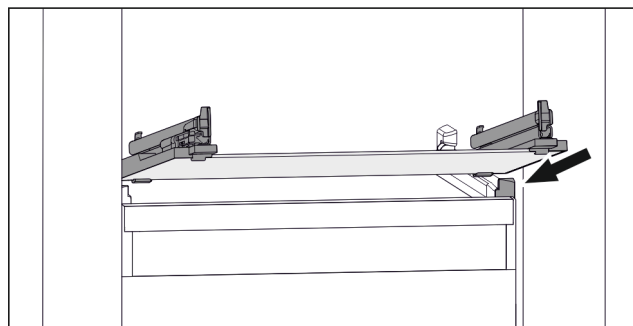

Fig. 47 Beispielhafte Darstellung der Glasplatte
- Glasplatte schräg hinter den Stoppern aufsetzen. (zie Fig. 47)